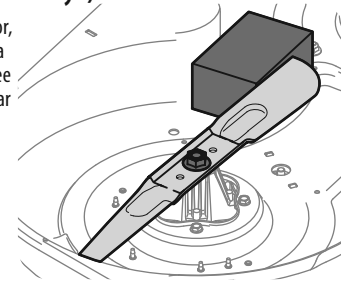

Figura 48
- Coloque un bloque de madera entre el deflector del alojamiento de la plataforma y la cuchilla de corte para que actúe como estabilizador. Consulte la Figura 48.